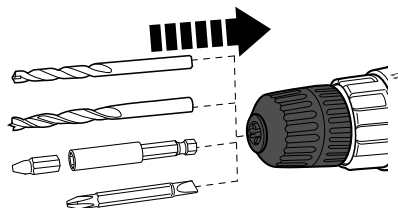

Fig. 2
- Setzen Sie den Bohrer bis zum Anschlag ein (Abb. 2). Wenn Sie ein 25-mm-Treiberbit verwenden, setzen Sie es in die Buchse eines Bithalters ein.